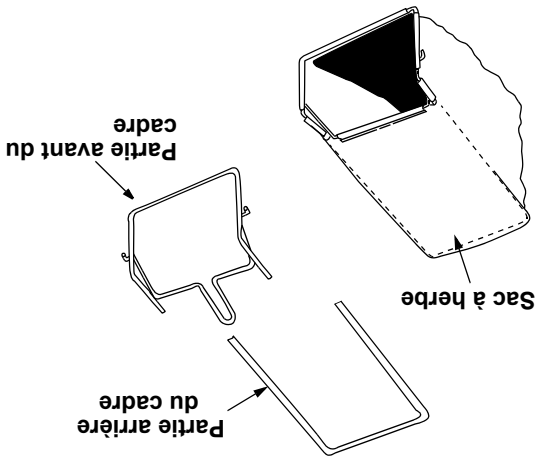

Figure 2
- Sac à herbe (Voir la figure 2)